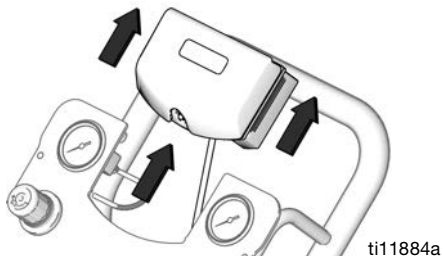

FIG. 10. Fjern DataTrak
3. Ta DataTrak-modulen ut av braketten. Se FIG. 10. Bring modulen med den påmonterte kabelen til et ufarlig område.